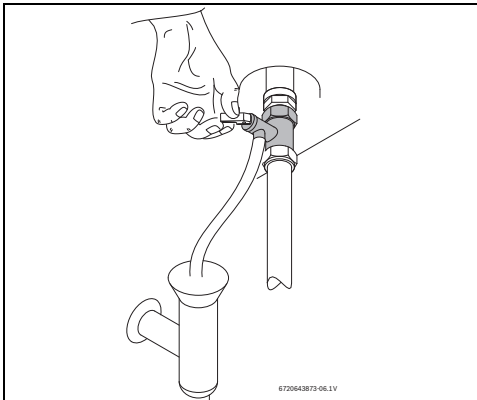

Рис. 12 Открытие предохранительного клапана вручную
- ▶ Откройте предохранительный клапан (рис. 12).
- ▶ Минимум один раз в месяц открывайте предохранительный клапан (рис. 12).